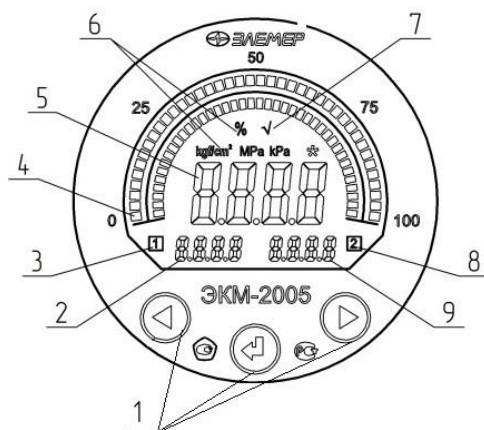

Рисунок 2.1
- 5 – поле основного индикатора: ЖК – индикатор (см. рисунок 2.1) и СД-индикатор (см. рисунок 2.2);